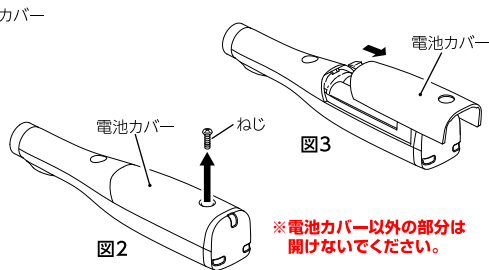

図2
- 2) 電池カバーを固定しているねじを取り外します。(図2)